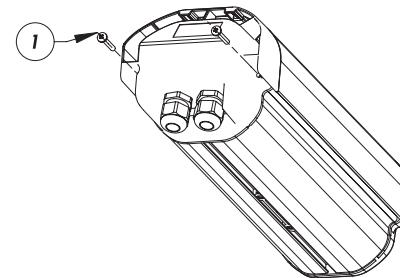

Fig. 1
- Rimuovere il gruppo fondo posteriore-slitta interna, svitando le due viti poste lateralmente, come descritto precedentemente. (Fig. 1, punto 1).
- Retirer le groupe fond postérieur-glissoire interne en desserrant les deux vis placées latéralement, comme décrit précédemment. (Fig. 1, point 1).
- Remove the unit consisting of the back and inner slide, undoing the two screws at the sides, as described previously (Fig. 1, point 1).
- Entfernen Sie das Modul aus dem Gehäuse und entfernen Sie die beiden seitlichen Schrauben, wie oben beschrieben (Fig. 1, Punkt 1).